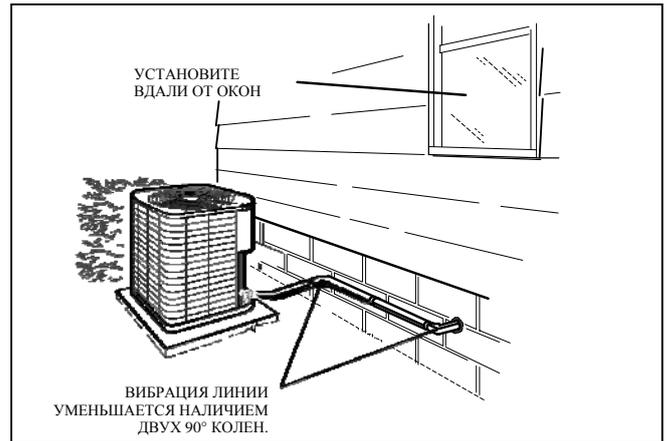

Рисунок 3. Расположение внешнего блока
- По возможности не устанавливайте блок рядом с окном. Стекло обладает очень высокой звукопроницаемостью. См. правильную установку относительно окна на рис. 3.